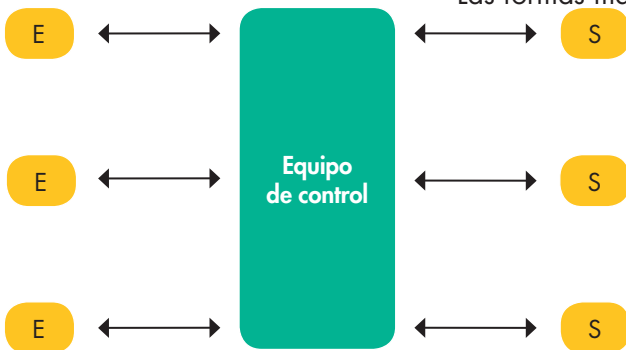

Fig. 2.6. Red en estrella
Es una configuración utilizada en los sistemas de control centralizados, donde existe un solo equipo de control (EC) por el que pasa toda la información (Fig. 2.6). Todos los componentes de la red deben conectarse al equipo de control central. Cuando este detecta cualquier orden en sus entradas (E), activa la salida (S) o salidas correspondientes según su programación.